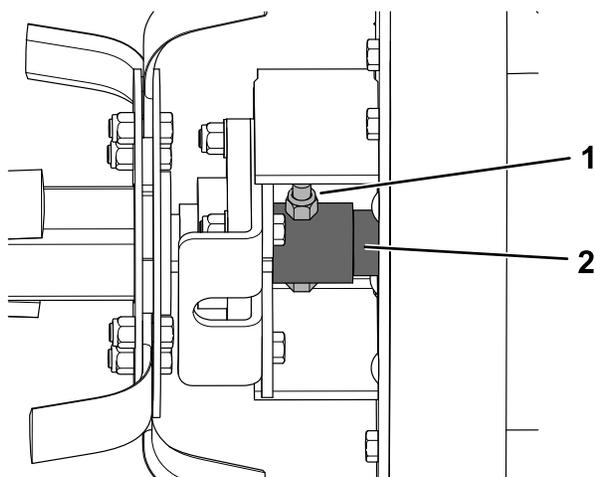

Figura 7
3. Retire la tuerca ($\frac{5}{8}$ ") y el perno ($\frac{5}{8}$ " x 4") que sujetan el adaptador de transmisión al conjunto del rotor (Figura 7).
3. Sujete el adaptador de la transmisión al conjunto del rotor con una tuerca ($\frac{5}{8}$ ") y un perno ($\frac{5}{8}$ " x 4"), como se muestra en la Figura 7. Apriete el perno a 183–224 N·m (135–165 pies-libra)